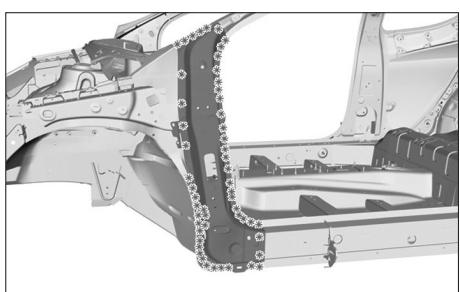

FIG. 62
- Fraisez les points de soudure (Fig.62).